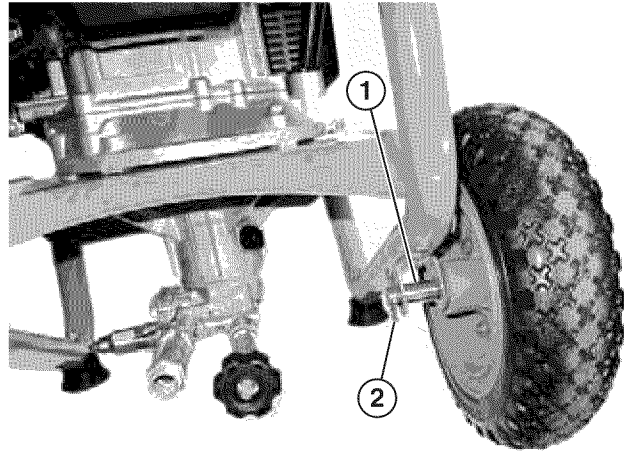

Figura 10 – Instalación del eje de la rueda
8. WP2800 únicamente: Coloque el pasador del eje a través del soporte del eje y sujételo con el pasador de seguridad (Ver Figura 10).